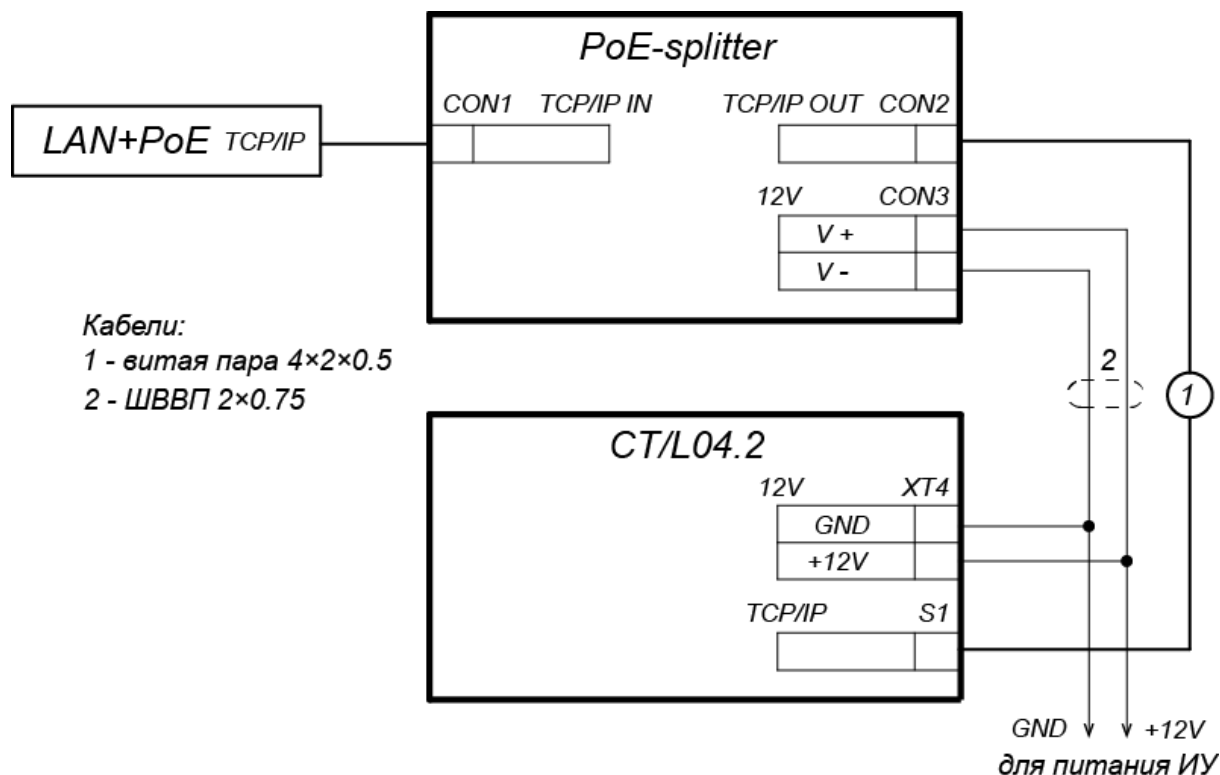

Рисунок 19. Схема подключения контроллера через PoE-сплиттер
3. Подключите цепи питания контроллера и при необходимости управляемого им ИУ к разъему **Con3** сплиттера. Схема подключения приведена на рис. 19 (штекер для подключения к разъему входит в комплект поставки сплиттера).